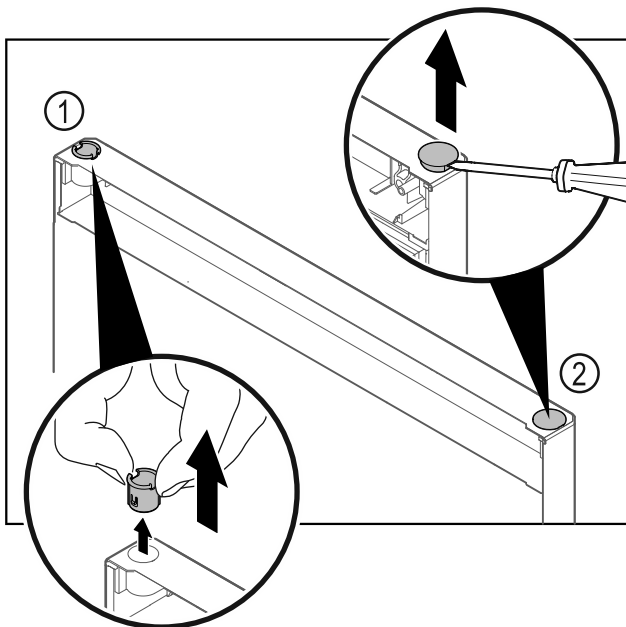

Fig. 39 Дверцята морозильної шафи
- ▶ Витягніть шарнірну втулку Fig. 39 (1) пальцями.
- ▶ За допомогою шліцевої викрутки обережно підніміть заглушку Fig. 39 (2) та витягніть її.